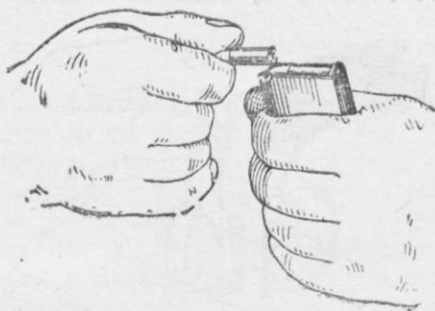

Рис. 90. Как наполнить магазин патронами
2) удерживая магазин в левой руке, наполнить его восемью патронами (рис. 90), наблюдая, чтобы последний (верхний) патрон правильно расположился в магазине (конец пули должен находиться выше передней стенки магазина):